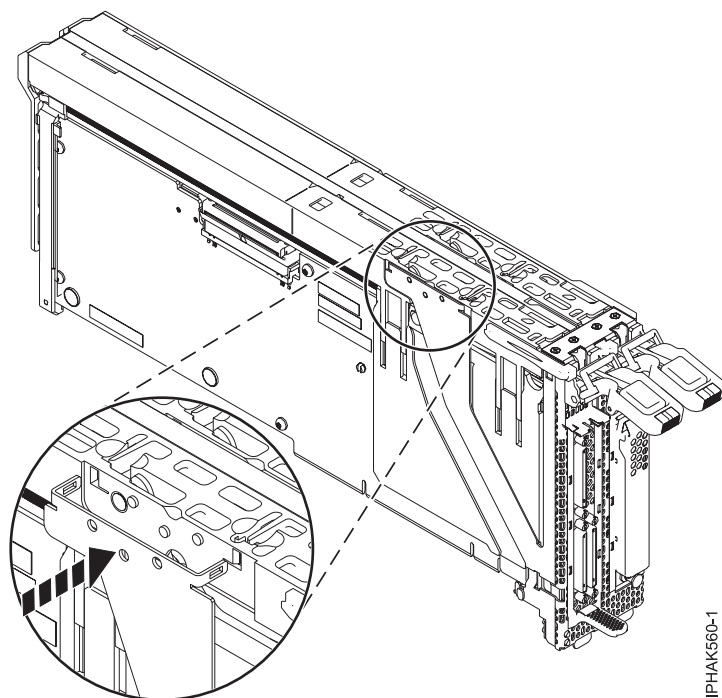

Figure 61. Fixation du cache
8. Fixez les bras extérieurs du bloc de cache en place. Voir figure 61.